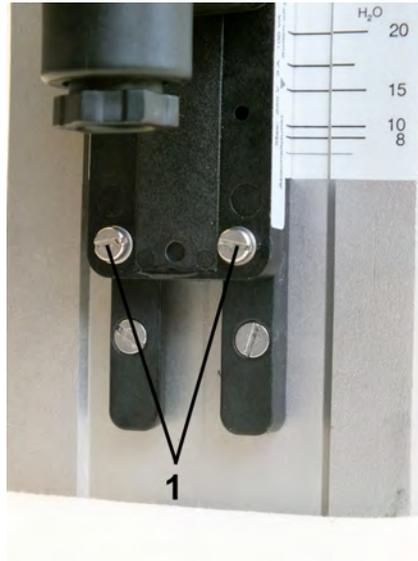

Abb. 34: Feststellschrauben lösen
1. Die Feststellschrauben des Schaltkontaktes (Abb. 34/1) mit einem Schlitzschraubendreher lösen.
3. Feststellschrauben des Schaltkontaktes (Abb. 34/1) mit einem Schlitzschraubenzieher wieder anziehen. Dabei Schrauben-Anziedrehmoment beachten.